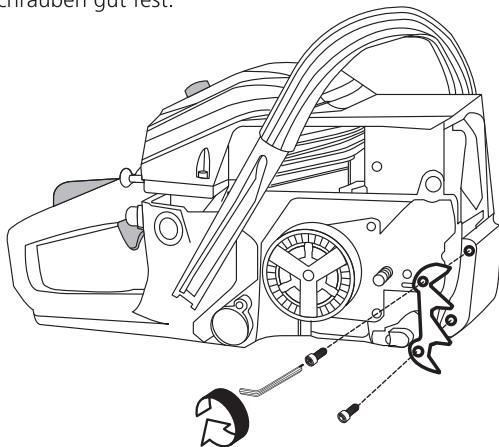

Abb. 3
3. Richten Sie den Krallenanschlag (10) an den Bohrungen am Gerätegehäuse aus. Die Krallen müssen nach unten zeigen.
4. Bringen Sie diesen mit den beiden Befestigungsschrauben (35) (Abb. 3) an. Ziehen Sie die Schrauben gut fest.